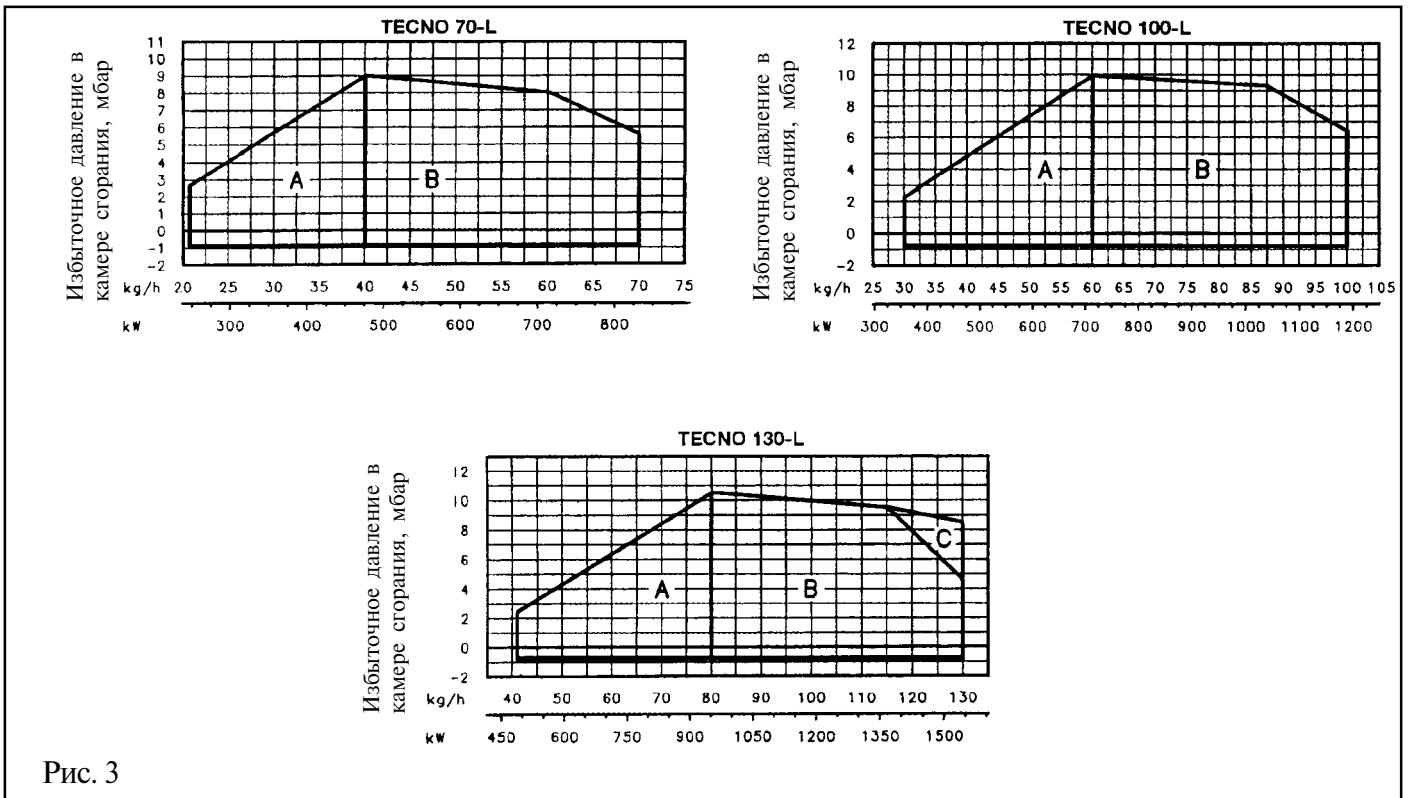

Рис. 3
4. Графики расхода и мощности (Рис. 3)
Расход топлива при одном пламени находится в зоне А графика (Рис. 3).
Для модели TECNO 130-L проверить, находится ли максимальный расход на 2-ом пламени в зоне В (см. Рис. 3). Если находится в этой зоне, то не надо менять положение головки.
Если находится в зоне С (см. Рис. 3), надо сделать следующее:
Расход на первом и втором пламенах должен находиться в пределах, указанных на Рис. 3.